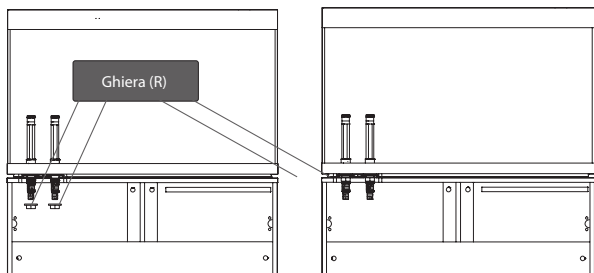

Fig. 3
3. Aprire il mobile. Avvitare e stringere la ghiera (R) all'estremità inferiore del connettore (A) (Fig. 3).
4. Inserire l'ugello di mandata (N) in una delle estremità dello stelo di mandata (B).
3. Aprire il mobile. Avvitare e stringere la ghiera (R) all'estremità inferiore del secondo connettore (A) (Fig. 3).